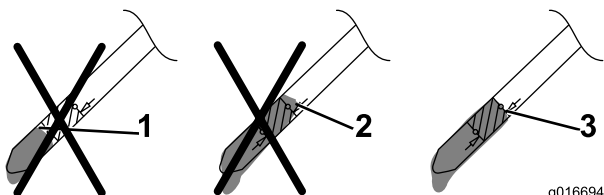

Figura 33
11. Rimuovete l'asta di livello e controllate il livello dell'olio sulla stessa; vedere Figura 33.
- Se il livello dell'olio è troppo basso, aggiungete **lentamente** una piccola quantità di olio nel relativo tubo di riempimento, quindi ripetete le fasi da 9 a 11 fino a raggiungere il livello corretto mostrato in Figura 33.